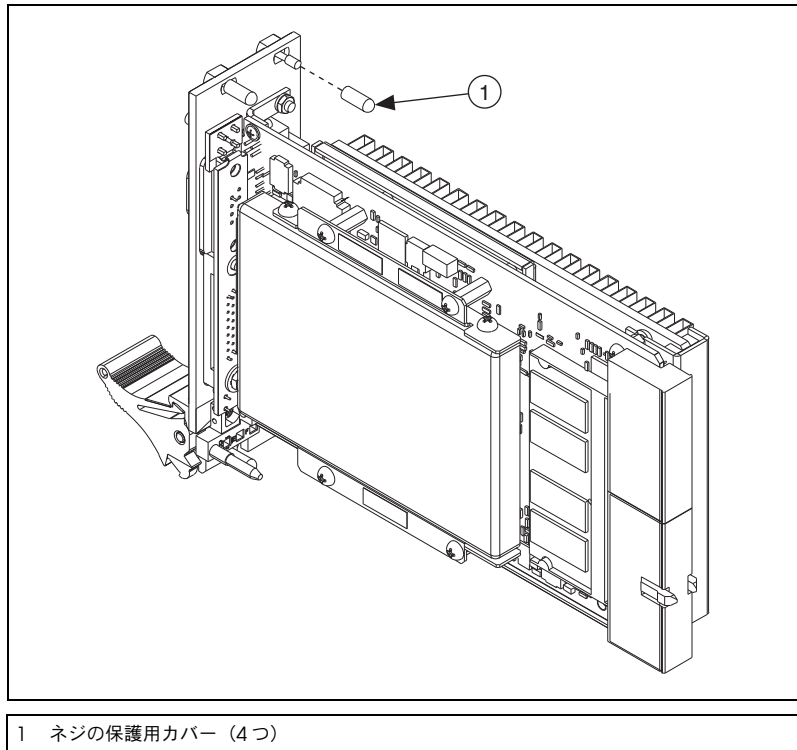

図 2-1 ネジの保護用カバーを外す
4. 図 2-1 に示すように4本のブラケット固定ネジから保護用プラスチックカバーを外します。